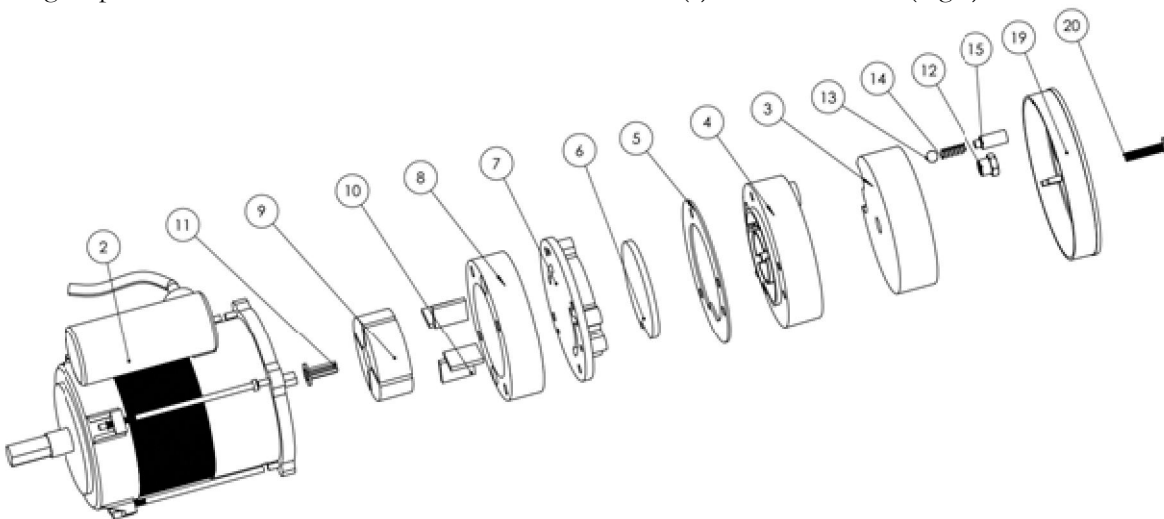

Fig.2
Pulire i filtri aria. Rimuovere il coperchio (19), lavare il filtro di aspirazione (3) usando un detergente non aggressivo e asciugare prima di reinstallarlo. Sostituire il filtro di mandata (6) una volta l'anno (Fig.2)